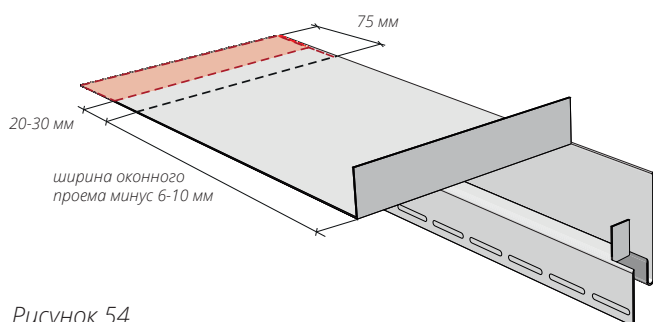

Рисунок 54
**13.9** Подрезы и загибы верхней околооконной планки с противоположной стороны делаются аналогично. Измерьте расстояние ширины оконного проема. Отнимите из этого расстояния 6-10 мм. Нанесите разметку согласно рис. 54, сделайте подрезы и загибы.